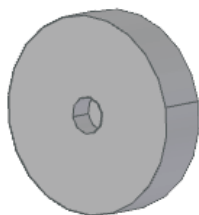

Рис. 1
2) Рециркуляции (рис. 2b) - внутренняя циркуляция воздуха с использованием угольного фильтра (рис. 1).
При внутренней циркуляции следует установить угольный фильтр (рис. 1).